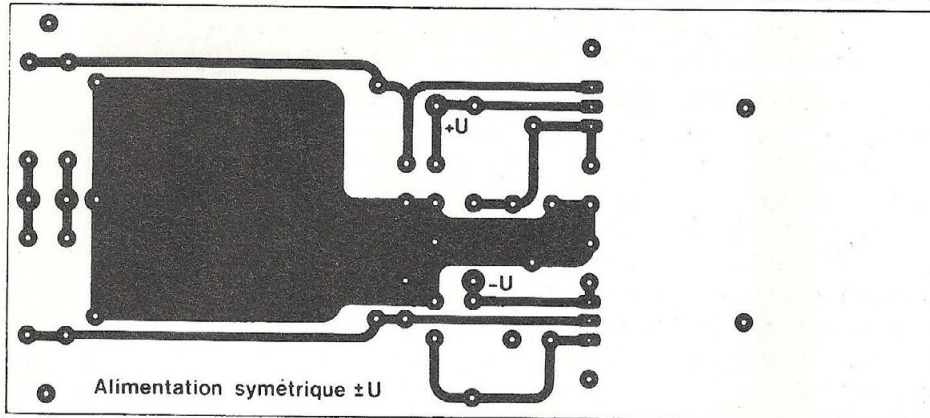

Figure 9
- une plaque pour l'alimentation symétrique $\pm U$ à tensions de sorties ajustables (figure 9).